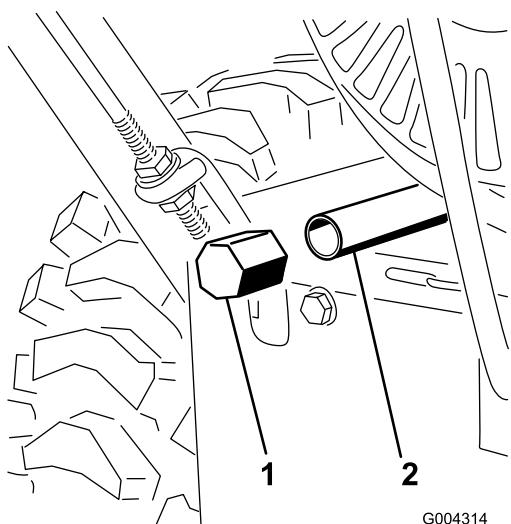

Figure 32
- Nettoyez la surface autour du bouchon de vidange d'huile (Figure 32).
- Placez un bac de vidange sous le tube de vidange et retirez le bouchon (Figure 32).